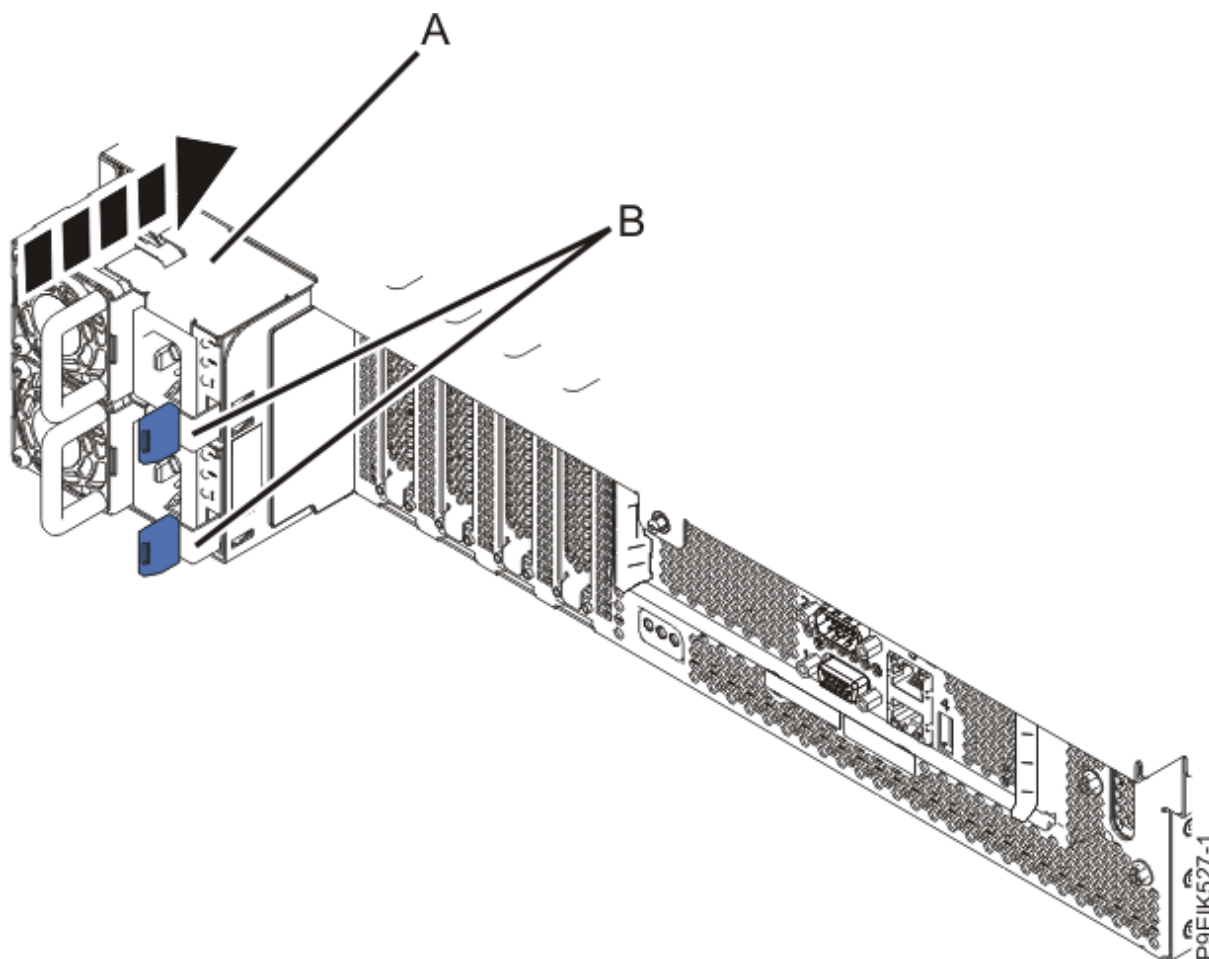

Figura 194. Sustitución de las fuentes de alimentación en el sistema
4. Sustituya las fuentes de alimentación tal como se muestra en la Figura 194 en la página 223.